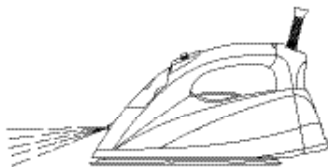

рис. 2
- Вы можете увлажнить ткань, нажав несколько раз на кнопку разбрызгивателя (5) (рис. 2).
- Убедитесь, что в резервуаре (9) достаточно воды.